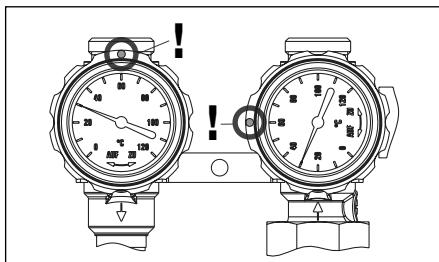

Fig. 6.15 Position des robinets à tournant sphérique pendant le remplissage
- Positionner les robinets à tournant sphérique de la station solaire comme indiqué sur la fig. 6.15 (position angulaire de la manette du thermomètre sur l'aller: 0°, sur le retour: 90°)